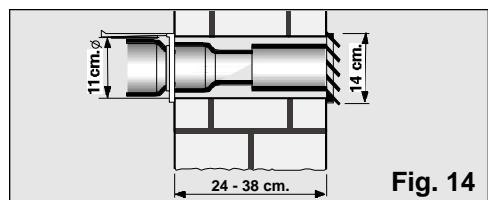

Fig. 14
- Om de warme lucht af te voeren via de muur moet u een opening in de muur maken voor het plaatsen van de muurschuif, **Fig. 14**.